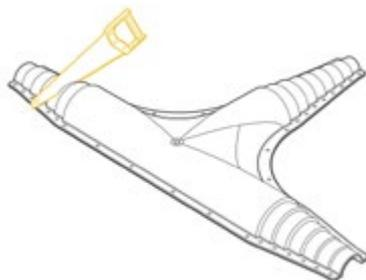

Рис. 5.9.1
1. Обрезать концы верхней и нижней половин защитного кожуха по уровню метки, соответствующей наружному диаметру защитной оболочки трубы (рис. 5.9.1).